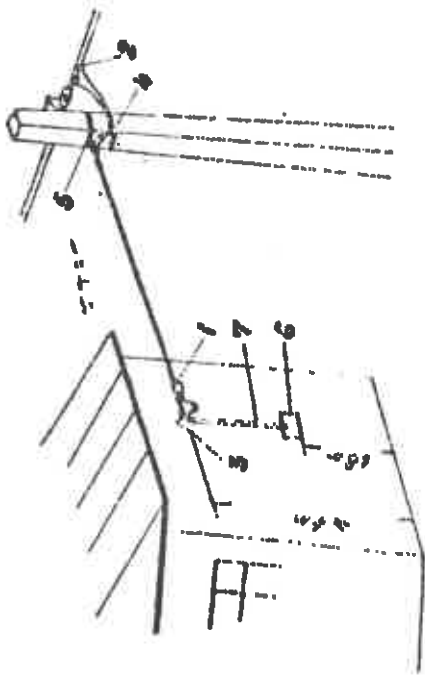

Fig.19. Bransament direct la clădire:
a) Bransamentul direct la clădire (fig.19)